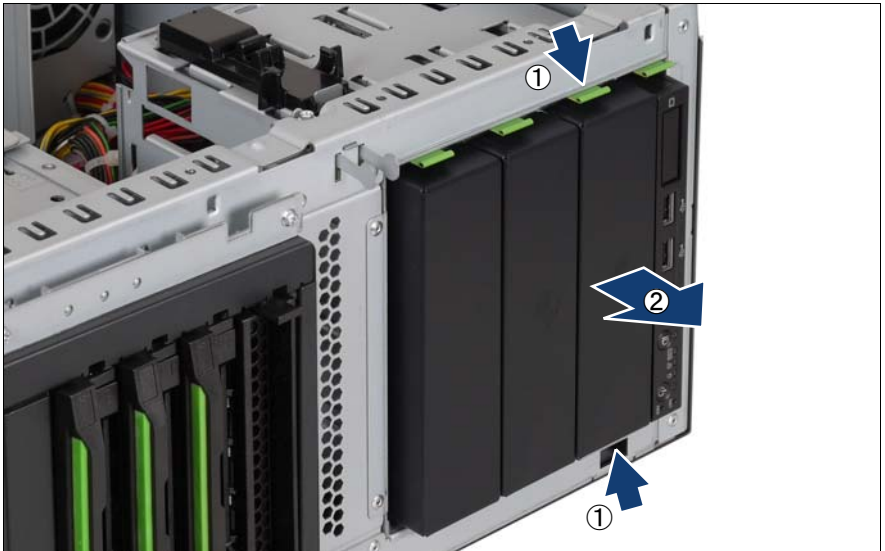

図 12: ダミーカバーの取り外し
- ▶ アクセス可能なドライブを取り付けるため、1 つの 5.25 インチベイからダミーカバーを取り外します (39 ページ の図 12 を参照)。